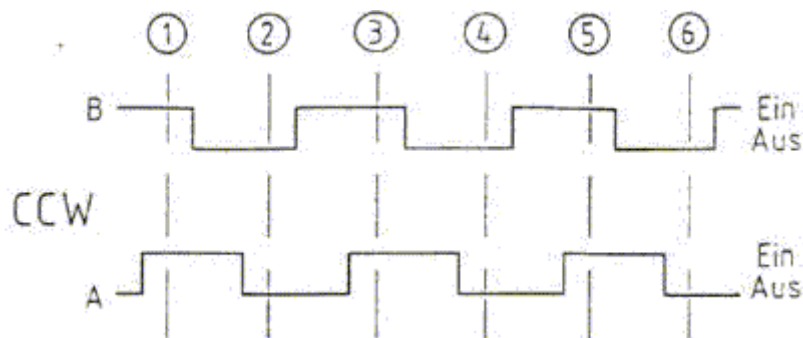

Bild 2: Taktmuster bei einer Drehung gegen den Uhrzeigersinn
- Bei einer Drehung gegen den Uhrzeigersinn (Bild 2) ändert der Drehimpulsgeber zuerst Pin B. Ca. 6 ms später Pin A.